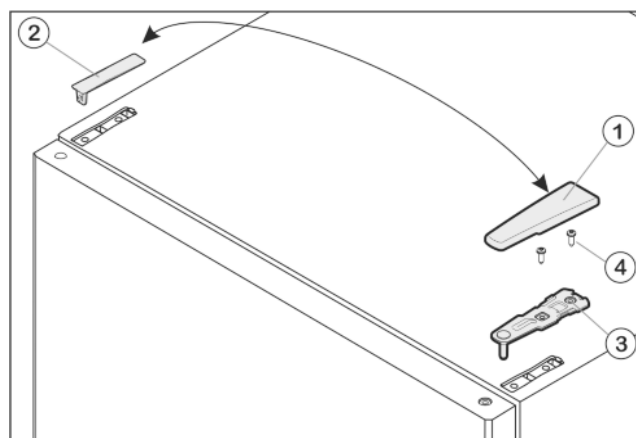

Fig. 7
- ▶ Потяните крышку Fig. 7 (1) вперед и вверх.
- ▶ Снимите крышку Fig. 7 (2).
- ▶ Открутите верхний опорный кронштейн Fig. 7 (3) (2 шт. Torx® 25) Fig. 7 (4) и вытяните вверх.
- ▶ Установите верхний опорный кронштейн *Fig. 7 (3)* на новой стороне шарнира и защелкните в дверце.
- ▶ Привинтите верхний опорный кронштейн (с моментом 4 Нм) (2 шт. Torx® 25) *Fig. 7 (4)*. При необходимости проделайте отверстия или используйте аккумуляторную отвертку.
- ▶ Наденьте и защелкните крышку *Fig. 7 (1)* и крышку *Fig. 7 (2)* на противоположной стороне снаружи.